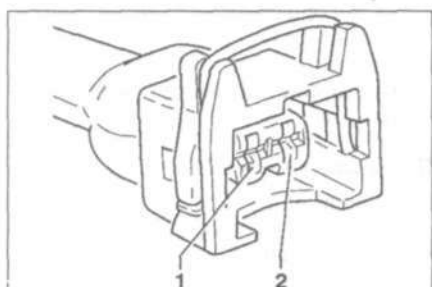

Рис. 6.86. Проверьте провод между тестером и разъемом на разрыв цепи.
- проверьте провод между тестером и разъемом на разрыв цепи: контакт 1 + гнездо 64, контакт 2 + гнездо 33 (рис. 6.86). **Заданное значение:** 1.5 Ом;
- проверьте провод между тестером и разъемом на разрыв цепи: контакт 1 и гнездо 13, контакт 2 и гнездо 25 (рис. 6.86). **Заданное значение:** 1.5 Ом;